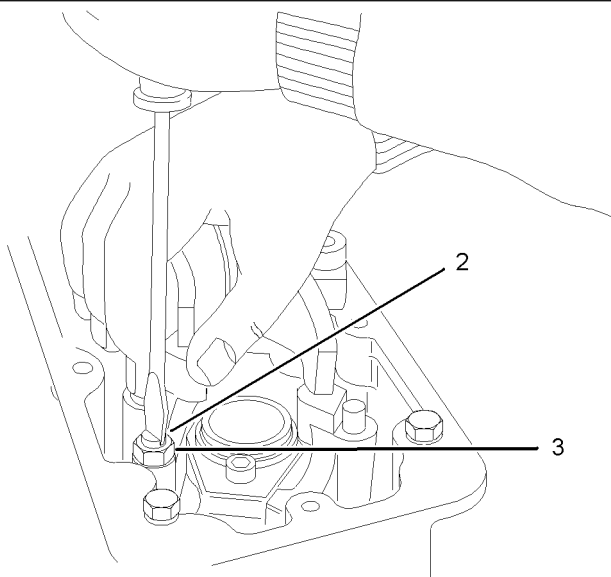

Ilustración 45
3. Afloje la contratuerca (3). Ajuste el tornillo (2) de modo que el lado fijo del puente haga contacto con la válvula. Aplique presión manual al puente. Vea la ilustración 45.
4. Ajuste el tornillo de modo que se haga un contacto ligero con la válvula. Apriete la contratuerca (3) a un par de 35 N·m (25 lb-pie). Asegúrese de que el tornillo no se haya girado.